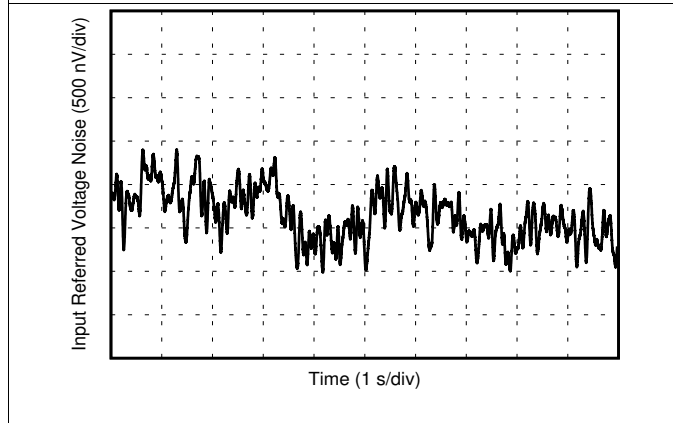

图 9. 0.1-Hz to 10-Hz Noise
0.1-Hz to 10-Hz Noise	<a href="#">图 9</a>